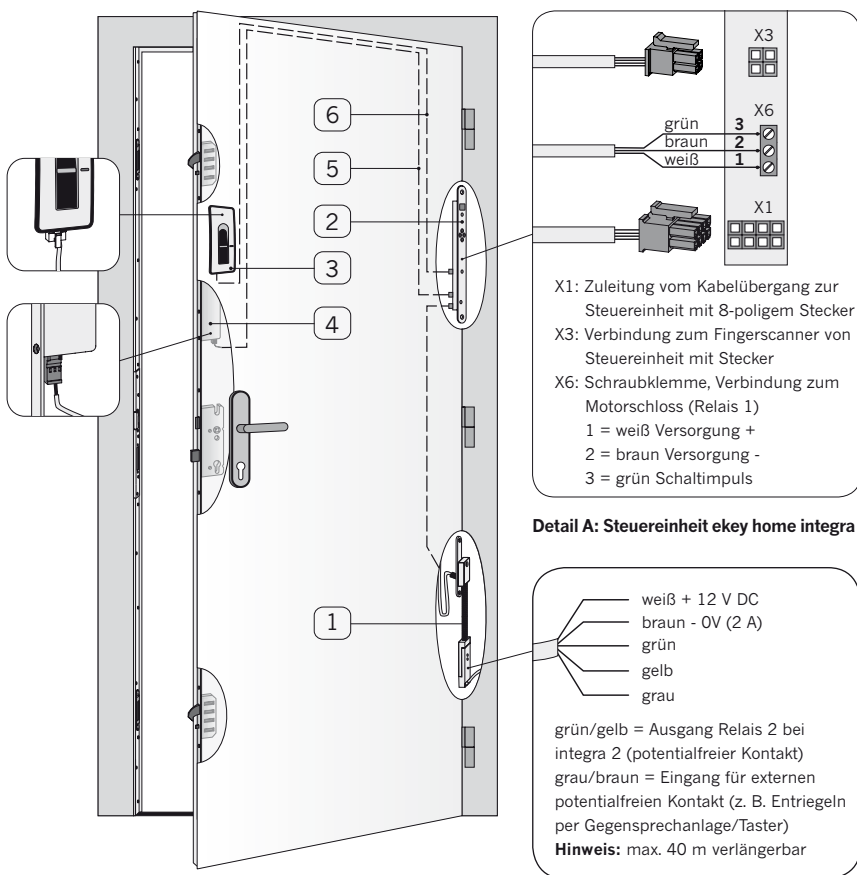

Abbildung 3.6.1-1: Verkabelung blueMatic EAV und Fingerscanner ekey home integra
- Wenn parallel zur Zutrittskontrolle ein weiteres Öffnungssignal (potentialfreies Signal: z. B. Taster „Öffnen“, Gegensprechanlage, ...) zur Entriegelung genutzt werden soll, dann ist dies über den Kabelübergang KÜ-T-integra-EAV **1** möglich (siehe Abbildung: 3.6.1-1, Detail B → Anschluss grau/braun).
- Verbindung zwischen Steuereinheit ekey home integra (2) und Motorkasten EAV (4) herstellen. Hierzu bei dem im Lieferumfang enthaltenen 2 m Kabel integra - EAV (5) die Adern an Klemme X6 (siehe Abbildung: 3.6.1-1, Detail A) anschließen. Danach den blauen Stecker am Motorkasten einstecken.
- Dieses potentialfreie Signal kann an den Adern grün/gelb des Rahmenteils vom trennbaren Kabelübergang KÜ-T-integra-EAV **1** abgegriffen werden (siehe Abbildung 3.6.1-1, Detail B → Anschluss grün/gelb).